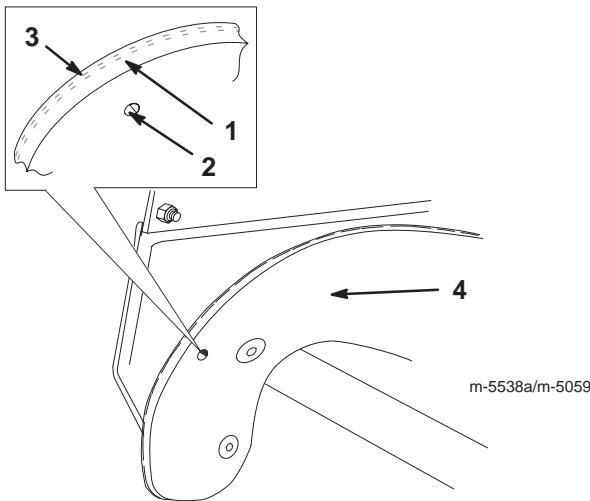

Figure 21
- Examinez le bord de la pale neuve pour détecter la différence d'épaisseur des couches de caoutchouc (Fig. 21).
Montez la pale neuve en dirigeant la couche de caoutchouc épaisse vers l'*intérieur* de la face incurvée (Fig. 21). L'usure de la pale sera accélérée si vous ne la posez pas correctement.
- Fixez la lame neuve aux moitiés de la turbine à l'aide des deux boulons à tête hexagonale et des deux contre-écrous retirés précédemment. Placez la tête des vis sur le côté épais de la pale (Fig. 21).
- Courbez la pale et fixez-la avec les vis Torx et contre-écrous retirés précédemment, en plaçant la tête des vis sur le côté épais de la pale (Fig. 21).